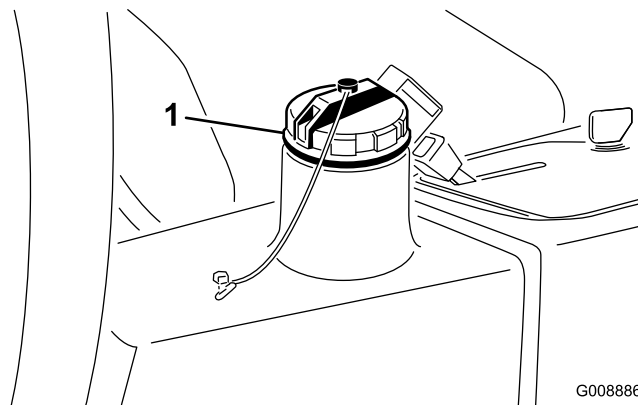

**Figura 73**
2. Desconecte el tubo hidráulico (Figura 72) o retire el filtro hidráulico (Figura 73) y deje fluir el aceite hidráulico en un recipiente apropiado.
4. Coloque un recipiente debajo del filtro (Figura 73) y retire el filtro.